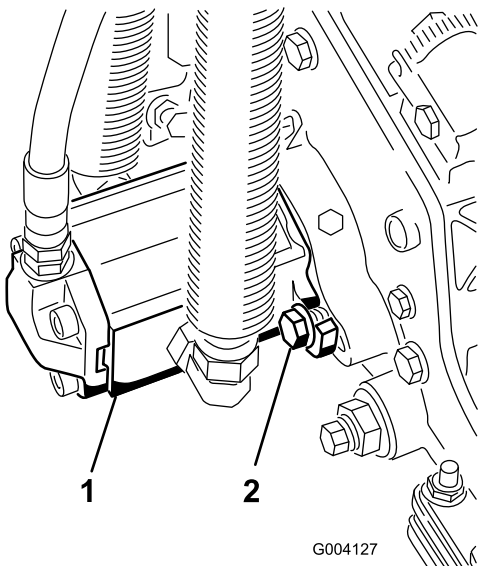

Рисунок 14
- Установите двигатель, повернув его по часовой стрелке, чтобы фланцы двигателя не закрывали болты (Рисунок 14). Поверните двигатель против часовой стрелки, пока фланцы не окружают болты, затем затяните болты.